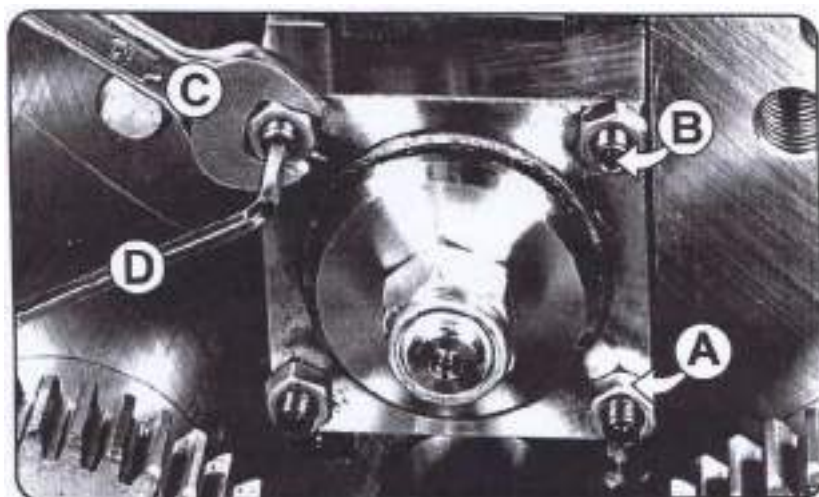

Рис. 1
- С помощью гаечного ключа (10 мм – поз. С) отвинтите 4 шестигранные стопорные гайки поперечных направляющих валиков (поз. А, рис. 1).